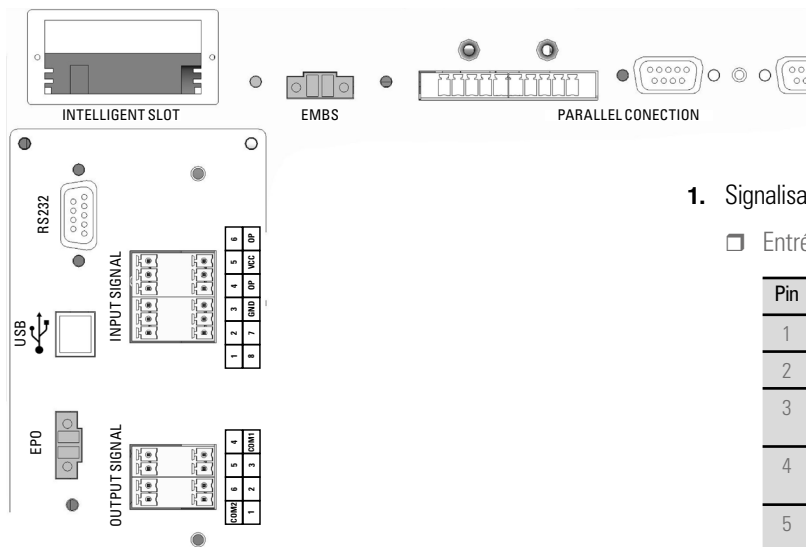
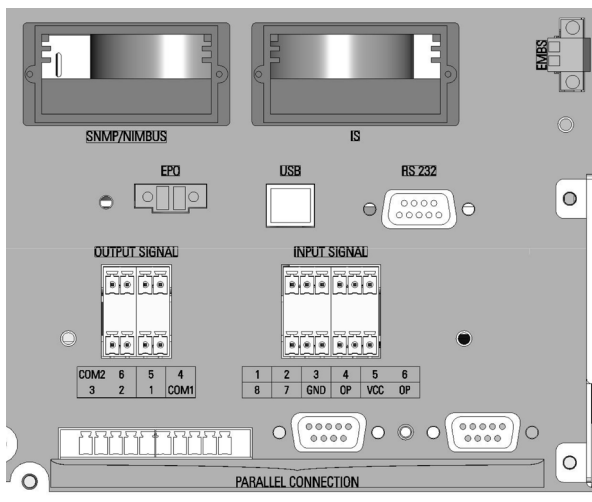

Fig. 19. Détail de l'interface externe et communications équipements version tour.
Fig. 20. Détail de l'interface externe et communications équipements version rack.
L'interface de l'équipement avec l'extérieur comprend différents signaux dédiés d'entrée et de sortie, et différents ports et logements de communication, comme l'illustre les Fig. 19 y Fig. 20:
- Ports parallèle (voir Parallel Connection Fig. 19)
Le commutateur de bypass manuel de l'équipement (**Q5**) dispose d'un microrupteur situé derrière son blocage mécanique. Ce contact normalement ouvert s'étend jusqu'à une réglette à deux bornes (**EMBS**) située derrière l'équipement (voir Fig. 19 et Fig. 24) et est connecté en interne à la commande même de l'onduleur.
L'onduleur dispose de deux terminaux pour l'installation d'un bouton externe d'arrêt d'urgence de sortie (EPO) (Fig. 19).